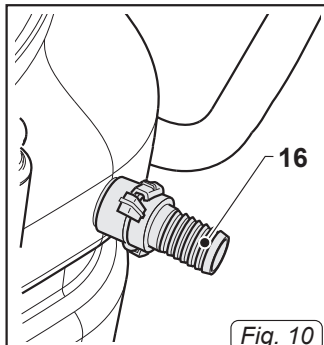

Fig. 10
- Conectar un tubo flexible a la brida de descarga de 30 mm (16 Fig. 10).